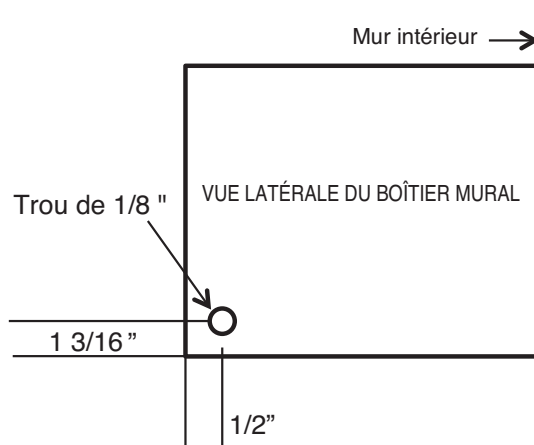

Figure 2
2. Marquez l'emplacement du trou sur le boîtier, puis percez un trou de 1/8 po. Voir la Figure 2 pour connaître les dimensions du trou sur le boîtier.